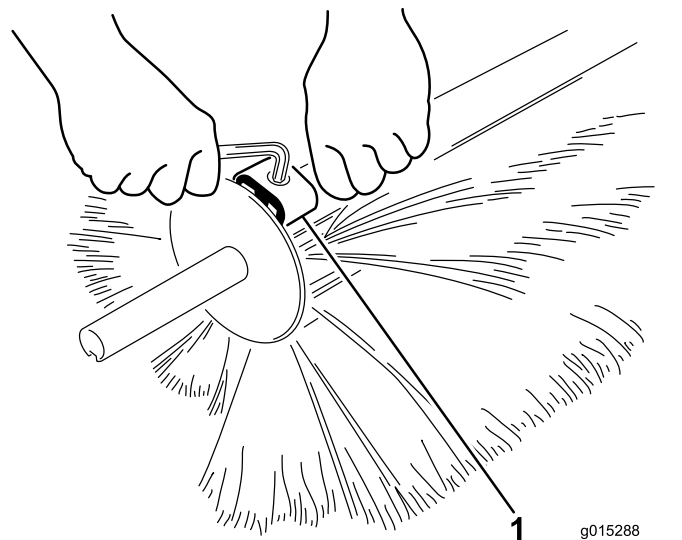

図 29
3. ブラシハーフのクランプを、六角レンチでゆるめて外す 図 29。